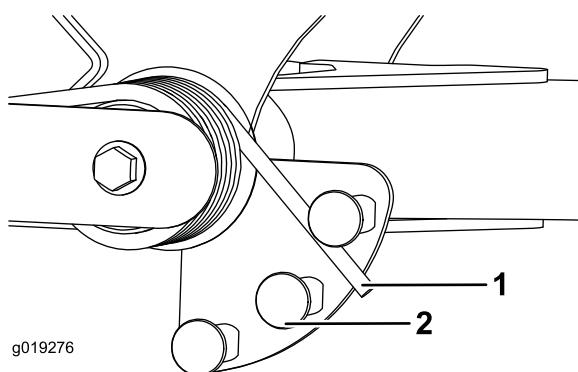

図 53
- スプリングの長い方の端部にチューブのようなものを取り付けて、スプリングアクチュエータの周囲に巻きつけるようにして希望位置にセットする図 53。